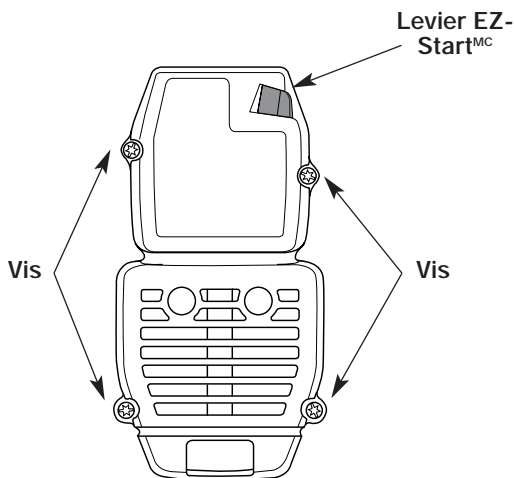

Fig. 33
1. Retirez les quatre (4) vis retenant le filtre à air/couvercle du silencieux (Fig. 33). Servez-vous d'un tournevis à lame plate ou à mèche no. 20 Torx.
2. Insérez les quatre (4) vis dans les trous du filtre à air/couvercle du silencieux (Fig. 33) et vissez sans trop serrer.